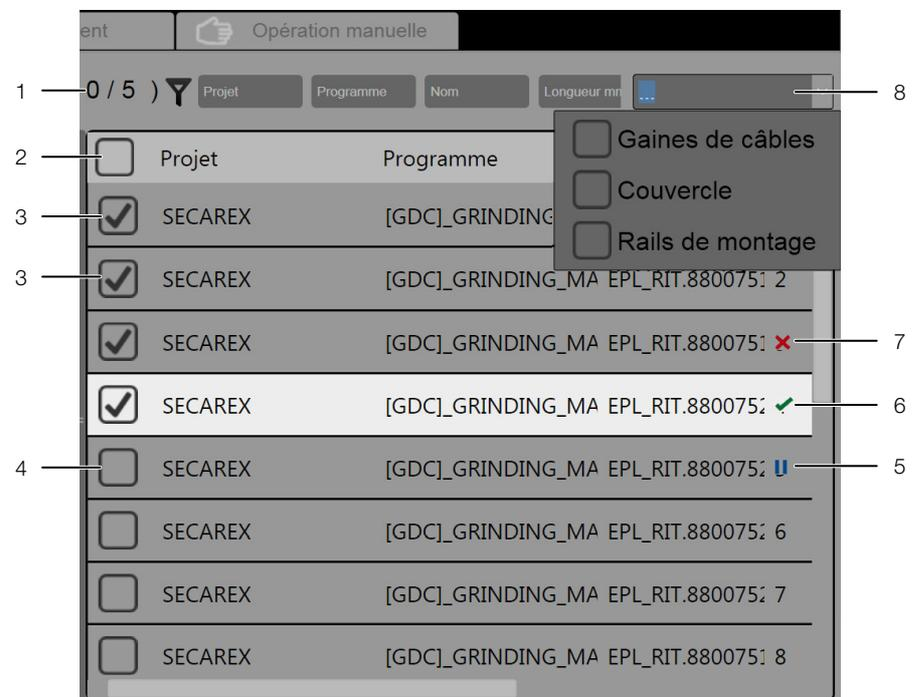

Fig. 10 : onglet « Préparation » – Liste de fabrication
- Sélectionner une à une les pièces souhaitées en cochant la case (fig. 10, pos. 3) devant la pièce correspondante.
- Appuyer sur le bouton de commande « <> » (fig. 10, pos. 8) dans la colonne « EF » de la pièce que vous voulez usiner.